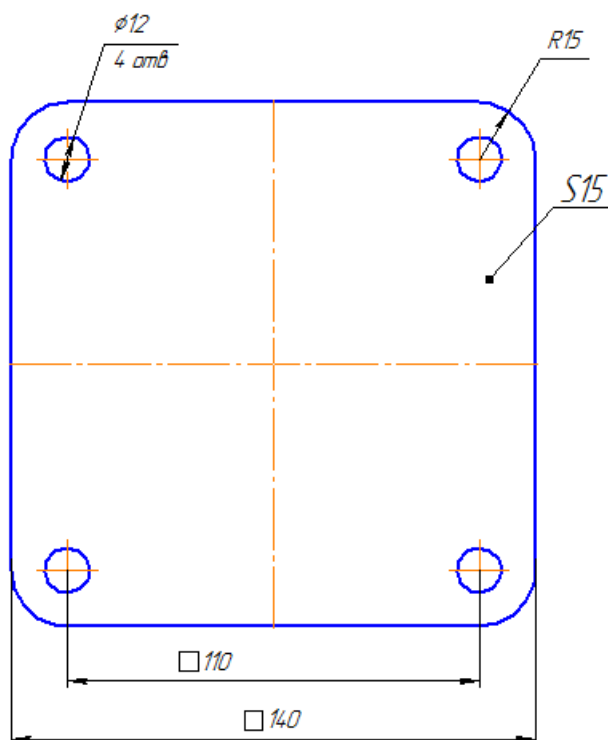

Рисунок 1 – Фрагмент чертежа детали *Фланец*
Задание 1. Самостоятельно построить чертеж детали Фланец, показанной на рис. 1
2. Используя буфер обмена системы КОМПАС, вставим в чертеж кронштейна изображение фланца, показанное на рис. 1, для чего выполним следующие действия: